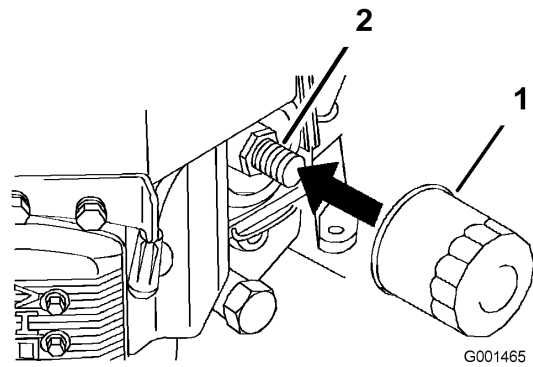

Figura 28
2. Retire el filtro de aceite usado (Figura 28).
3. Aplique una capa fina de aceite nuevo a la junta de goma del filtro nuevo (Figura 28).
4. Instale el filtro de repuesto en el adaptador de filtro; gire el filtro en el sentido de las agujas del reloj hasta que la junta de goma entre en contacto con el adaptador del filtro, luego apriete el filtro tres cuartos de vuelta más (Figura 28).